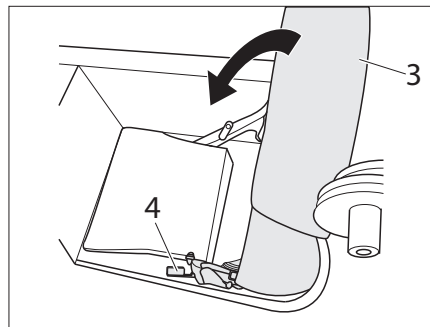

Bild 225 Sitzlehne in den Staukasten bewegen
- Hebel 2 (Bild 225,4) betätigen und Sitzlehne (Bild 225,3) in den Staukasten bewegen.